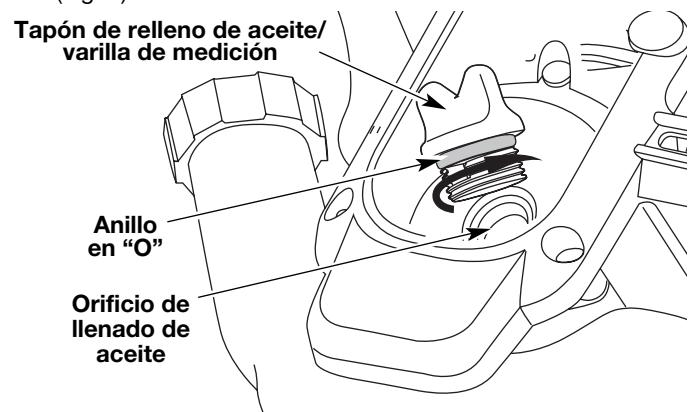

Fig. 5
- Saque el tapón de aceite/ varilla de medición del cigüeñal (Fig. 5).